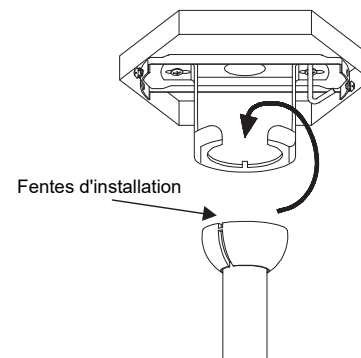

Fig. 7
Étape 7. Placez la rotule de la tige de suspension dans la prise du support de suspension (Fig 7). Tournez l'ensemble jusqu'à ce que Check Tab (languette de contrôle) se trouve dans Registration Slot (Fente d'installation) et qu'il soit fermement logé (Fig. 7).